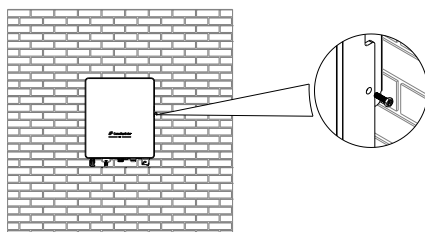

FIG. 6-10 Fixe os dois lados do inversor
2) Use dois parafusos de segurança para fixar os dois lados do inversor para garantir que o inversor seja fixado firmemente à parede, conforme FIG.6-10.